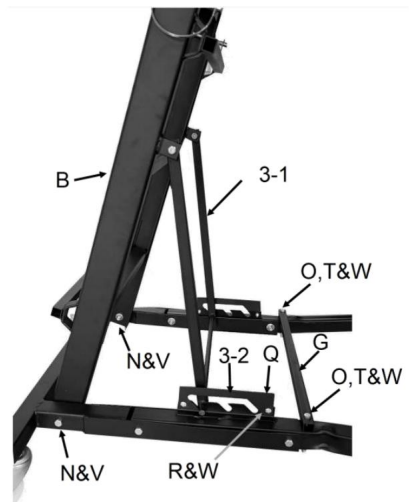

Fig. 3
3. Installieren Sie die Leiterbaugruppe (B) durch Durchstecken eines Rahmenbolzens (N) durch jede Seite der Basis einer Kontermutter¹ (V). Schwingen die Winkelstütze der Leiter (Abb. 3 3-1) in die Höhenverstellungskerben (3-2). Stellen Sie sicher, dass die Querstrebe sitzt fest an ihrem Platz.
4. Platzieren Sie die Beinkreuzstütze (G) auf beiden Beine (E&F), wobei die Bolzenlöcher ausgerichtet werden. Querträgerbolzen (O) durch jedes Ende des die Beinkreuzstütze und das Bein. Schieben Sie eine Unterlegscheibe (T) über eine Schraube und mit einer Kontermutter sichern 2(W). Wiederholen Sie die Übung mit der anderen Querstrebe Bolzen.
5. Befestigen Sie die Höhenverstellplatte (Q). Passen Sie die abgewinkelte Öffnung an die